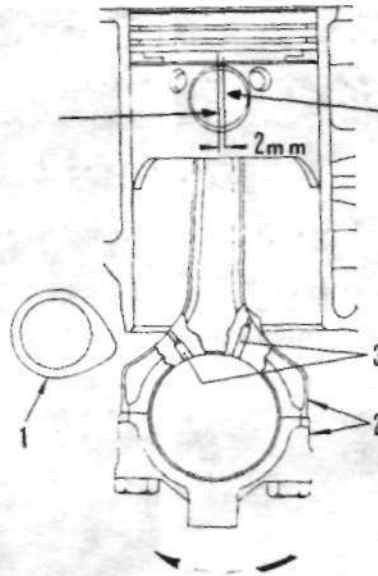

Рис.1.18. Правильное относительное положение поршня и шатуна (раздел 43):
5. Второй метод установки поршневого пальца состоит в том, чтобы нагреть поршень в масляной ванне и положить его на бок на деревянные бруски. Установить шатун в поршень, проверив, чтобы номер на шатуне смотрел в сторону, противоположную той, в которую смещен центр отверстия под палец (более подробно см. на рис.1.18).
Примечание: ось поршневого пальца смещена на 2 мм в сторону распредвала. При установке поршня на верхнюю головку шатуна проверить, чтобы номер на шатуне ("2" на рис.1.18) смотрел в сторону, противоположную той, в которую смещена ось поршневого пальца.